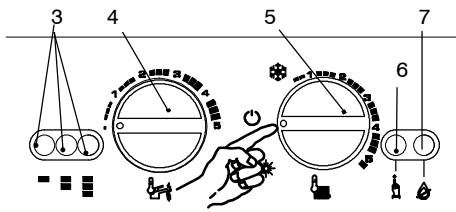
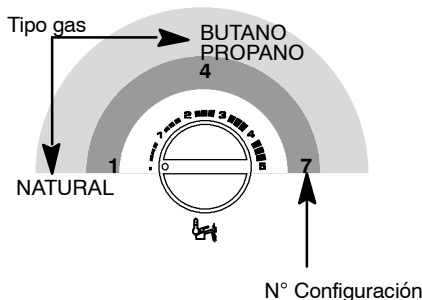

fig. 8.5
fig. 8.8
- 2 Colocar el conmutador 5 como en la fig. 8.5; el indicador luminoso 3 centellea por intermitencia de aproximadamente cuatro segundos.
- 4 Mantener presionado el pulsador de restablecimiento caldera 6 durante, aproximadamente, 10 segundos; la lámpara de bloqueo 7 en fig. 8.5 comenzará a centellear.
- 8 Para visualizar la configuración programada, hay que mantener presionado el pulsador de restablecimiento, que se indica en fig. 8.5 durante, aproximadamente, 5 segundos. Los indicadores luminosos de señalación centellearán un número de veces equivalente al número que se indica al lado de la descripción del tipo de gas (N° configuración) fig. 8.8
- 9 Para cambiar la configuración, hay que girar la manopla de regulación temperatura sanitarios y llevarla a la posición correcta; (por ejemplo: en la fig. 8.8 manopla configurada para Gas, GLP); la lámpara de señalación boqueo caldera centellea velozmente.